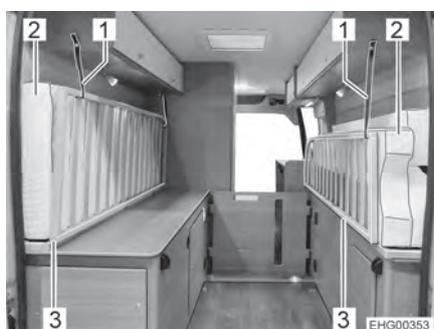

Fig. 40 Colchones y somieres (posición de transporte)
- Plegar los colchones (con plancha central y traviesa) al lado derecho y al lado derecho, véase Fig. 40.
- Plegar ambos somieres (Fig. 40,3) hacia arriba.
- Retener los colchones (Fig. 40,2) y el somier con el cinturón de retención (Fig. 40,1).